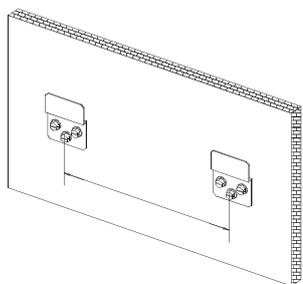

Рис. 5-3
1. Зафиксируйте кронштейн на стене при помощи шурупов (рис. 5-3)
- Руководствуйтесь рис. 5-3 и 5-4 для определения расстояния между точками подвеса блока.